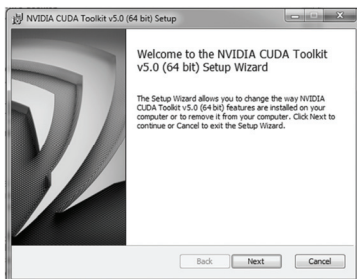

图 A.2 Windows CUDA 安装程序
- 对于 64 位 Windows 7，如图 A.2 所示。